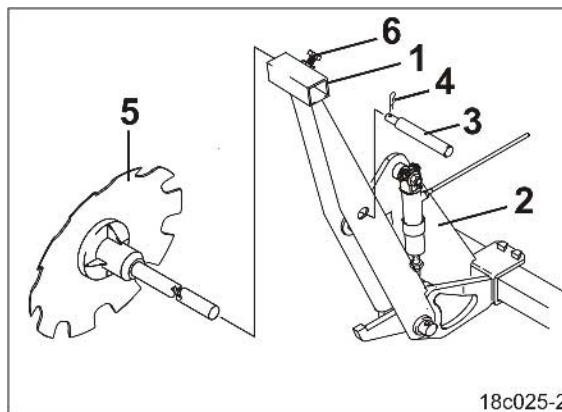

Рис. 199
2. Закрепите опору маркировочного диска (Рис. 199/1) в транспортировочных креплениях (Рис. 199/2).
3. Застопорите палец (Рис. 199/3) пружинными фиксаторами (Рис. 199/4).
4. Ослабьте крепежный болт (Рис. 199/6).
5. Извлеките маркировочный диск (Рис. 199/5) из опоры маркировочного диска (Рис. 199/1) и возите его с собой в подходящем месте для хранения.